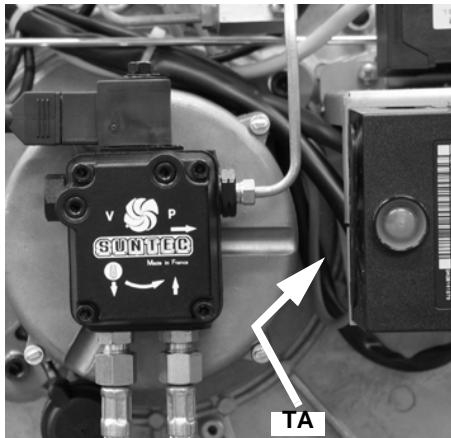
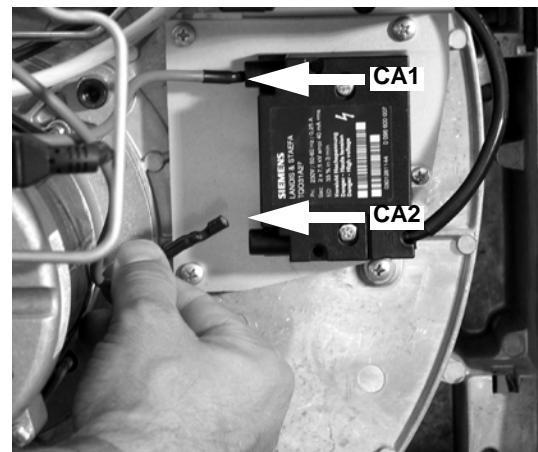

Рис. 47
Рис. 48
- Вынуть кабели запального электрода **CA1** и **CA2** с трансформатора **TA** (Рис. 47 - Рис. 48).